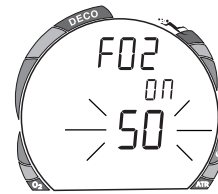

Fig. 43 - Einstellung  $FO_2$  50%
- Die Anzeigen  **$FO_2$**  und **50** erscheinen, die Anzeige **ON** (oder OFF) blinkt (Abb. 43).